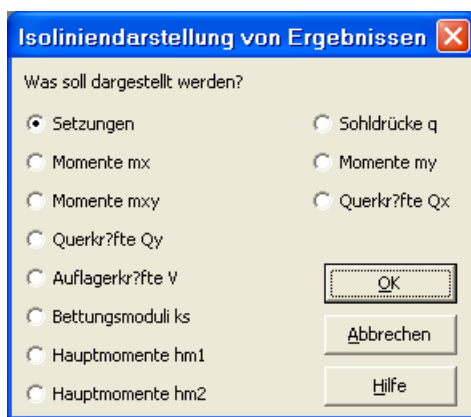

Bild 12-35 Optionsfeld "Isolinien­darstellung von Ergebnissen"
- Wählen Sie "Isolinien­darstellung von Ergebnissen" aus dem "Graphik"-Menü des Programms *ELPLA-Graphik*. Das folgende Optionsfeld im Bild 12-35 erscheint